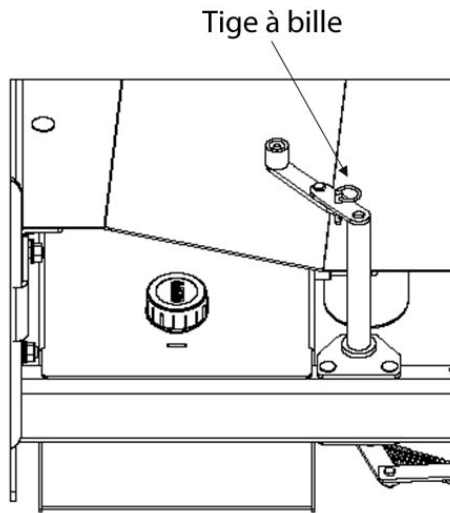

Figure 8 – Levier d'accélération du moteur
3. Retirez la tige à bille du levier de contrôle d'accélération. Le moteur tournera alors à plein régime (Figure 8).
7. Une fois le déplacement complété, remplacez la tige à bille sur le levier d'accélération du moteur (Figure 8). L'accélération du moteur sera de nouveau contrôlée automatiquement.